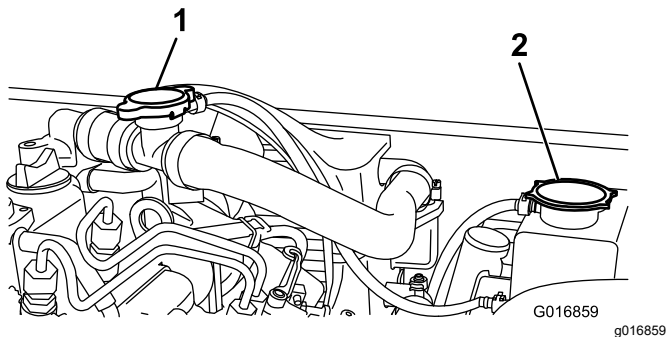

Figura 55
2. Retire a tampa do depósito de expansão do radiador (Figura 55).
2. Retira o tampão de enchimento (Figura 55) e encha com líquido de arrefecimento.
3. Volte a colocar o tampão de enchimento e retire a tampa do depósito de expansão (Figura 55).